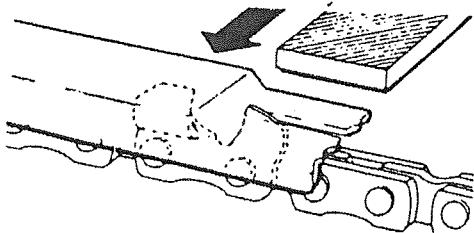

Fig. 4-3
- 3) Place depth gauge tool on cutter. If depth gauge projects, file it level with the top of the tool. Always file from the inside of the chain toward an outside cutter. (Fig. 4-3)
- 3) Placer la jauge de contrôle sur le maillongouge. Si le limiteur de profondeur dépasse de la jauge, la mettre à niveau par rapport à la partie supérieure de la jauge de contrôle. Toujours limer de l'intérieur de la chaîne vers un maillon-gouge extérieur (Fig. 4-3).
- 3) Collocare il calibro di profondità sulla lama. Se il calibro di profondità sporge, limare a livello con la parte superiore dell'utensile. Limare sempre dall'interno della catena verso l'esterno. (Fig. 4-3)
- 3) Das Tiefenlehrenwerkzeug auf die Schneidzähne legen. Sollten die Tiefenlehren aus dem Werkzeug herausragen, den überstehenden Teil wegfeilen. Dabei von Kettenmitte in Richtung des nach außen versetzten Schneidzahns feilen. (Fig. 4-3)
Limar siempre desde el interior de la cadena hacia el exterior de la cuchilla. (Fig. 4-3)
- 3) Placerå djupmålsverktyget på tanden. Om underställningsmallen sticker ut, skall den filas tills den är i plan med verktygets topp. Fila alltid från kedjans insida mot en utväändig tand. (Fig. 4-3)